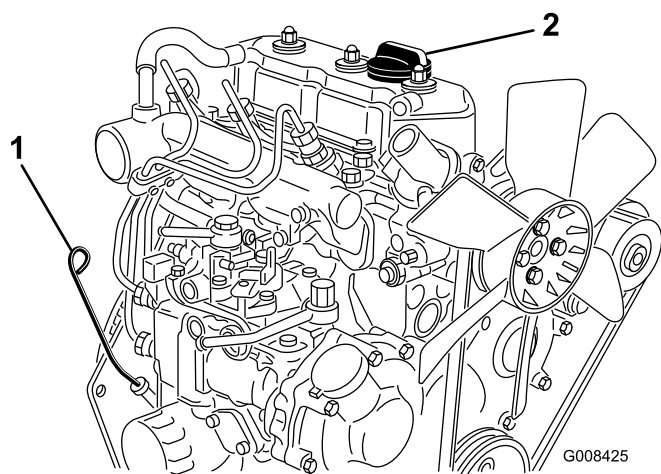

Figura 29
2. Togliete l'asta di livello ed asciugatela con un panno pulito (Figura 29). Inserite l'asta di livello nel tubo, assicurandovi che sia inserita fino in fondo. Estraiete l'asta di livello dal tubo e controllate il livello dell'olio. Se il livello dell'olio è basso, togliete il tappo di riempimento dal coperchio della valvola e versate **lentamente** una quantità di olio sufficiente ad alzarne il livello fino al segno di pieno (Full) sull'asta. Rabboccate lentamente l'olio e controllate spesso il livello durante questa operazione. **Non riempite troppo.**